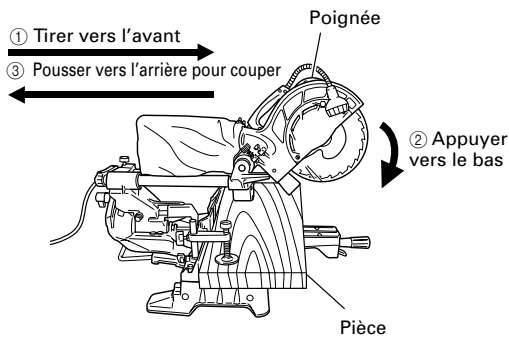

Fig. 28
(1) Pièces d'une hauteur allant jusqu'à 2-9/16" (65mm) et d'une largeur allant jusqu'à 12-1/4" (312mm): Desserrer le bouton de fixation de glissière et incliner la lame vers l'avant (Voir Fig. 2). Puis, appuyer sur la poignée et ramener la lame vers l'arrière pour couper la pièce comme indiqué à la Fig. 28. Cela facilitera la coupe des pièces d'une hauteur allant jusqu'à 2-9/16" (65mm) et d'une largeur allant jusqu'à 12-1/4" (312mm).
(2) Pièces d'une hauteur allant jusqu'à 2-15/16" (75mm) et d'une largeur allant jusqu'à 10-5/16" (262mm): Les pièces d'une hauteur allant jusqu'à 2-15/16" (75mm) et d'une largeur allant jusqu'à 10-5/16" (262mm) se coupent de la même façon que décrit au paragraphe 6 - (1) ci-dessus.
**⚠ AVERTISSEMENT:** \* Lors d'une coupe avec chariot, procéder comme indiqué à la Fig. 28. Une coupe avec chariot vers l'avant (vers l'opérateur) serait très dangereuse car la lame pourrait effectuer un retour vers le haut. En conséquence, toujours déplacer la poignée loin de l'opérateur.